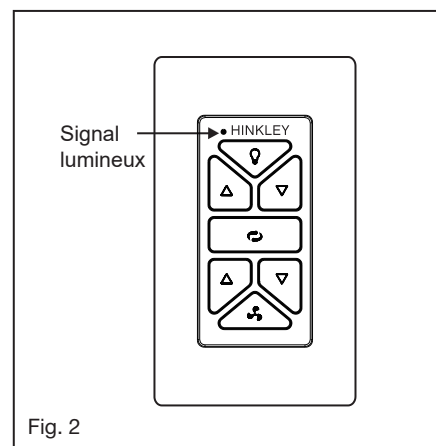

Fig. 2
REMARQUE : Le couvercle décoratif inclus avec votre ventilateur est une option pour remplacer l'ensemble LED pour la lumière dans le cas où vous préférez ne pas utiliser la fonction d'éclairage de votre ventilateur. La couverture décorative n'est pas nécessaire pour l'opération légère ; il peut être enregistré pour une utilisation ultérieure si vous le souhaitez. (Fig. 2)
- 2 Installez le berceau A dans la plaque murale. (Fig. 2)
- 6 Signal lumineux (Fig. 2)